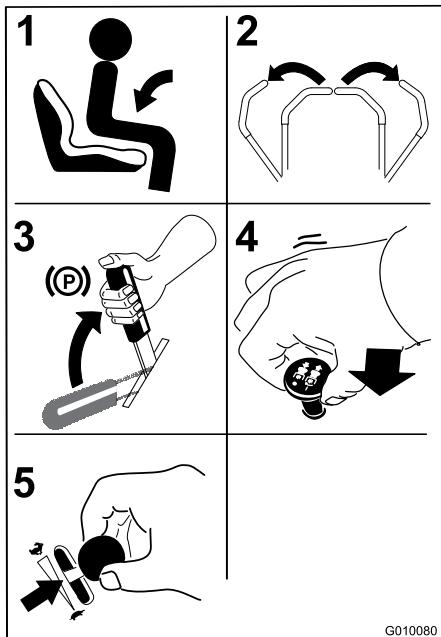

Figura 15
1. Siéntese en el asiento (Figura 15).
2. Mueva los controles de movimiento hacia fuera a la posición de bloqueo/punto muerto (Figura 15).
3. Ponga el freno de estacionamiento (Figura 15); consulte Aplicación del freno de estacionamiento.
4. Mueva el mando de control de las cuchillas a la posición de Desengranado (Figura 15).